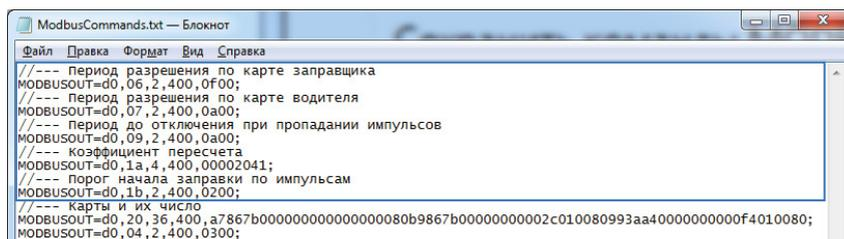

Рис.32. Команды удаленной настройки ТРК.
- открыть созданный файл. В этом файле перед каждой командой вставлен комментарий – описание этой команды (Рис.32). Из этого файла необходимо скопировать нужные команды без комментарием в новый текстовый файл. Затем необходимо сохранить файл с нужными командами для настройки ТРК и изменить расширение текстового файла с .txt на .atc.